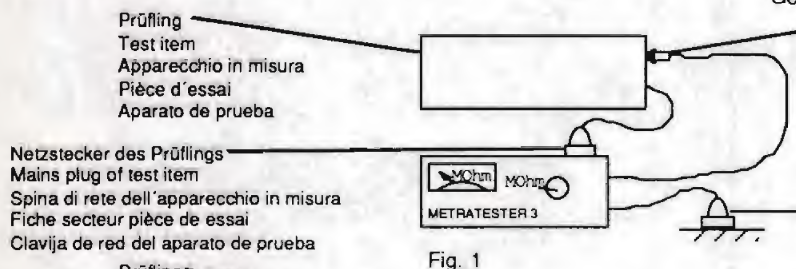

Fig. 1
Meßzeit:  $\geq 1 \text{ s}$  (Fig. 1)
Measuring time:  $\geq 1 \text{ s}$ , (Fig. 1)
**Observations:** L'isolation des appareils de la classe II, de part leur conception (résistance de décharge), peut être inférieure à  $< 2 \text{ M}\Omega$ , (Fig. 1).